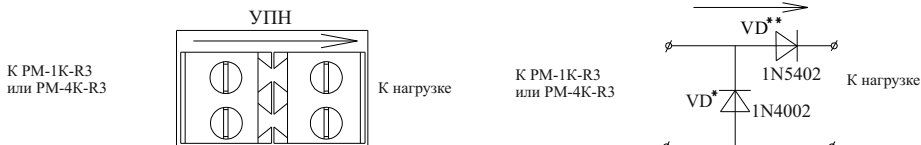

Рисунок 2
4.5 УПН состоит из диодов, установленных на плату с клеммными колодками (рисунок 2).
В выключенном состоянии контроль осуществляется через диод VD * УПН (рисунок 2).